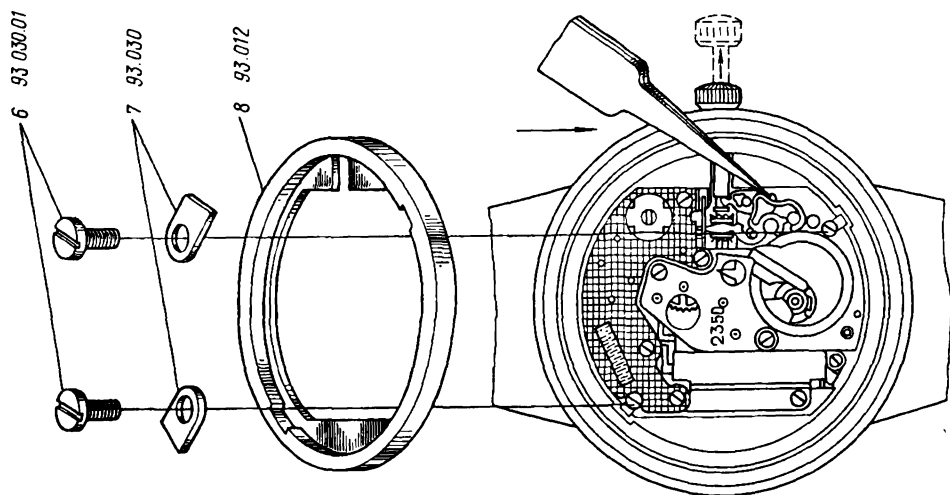

Рис. 116
7. Отвернуть и снять винты 6 скобы крепления (рис. 116)